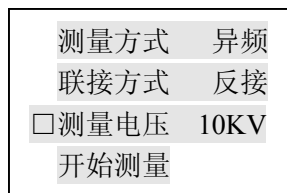

图 6 测量电压
③ 按“ENT”键，光标进入“联接方式 □ 正接”，按“▲”、“▼”键，则调整为“联接方式 □ 反接”，按“ESC”键，光标移至首位，再按“▼”键，将光标移至下一排“测量电压”前，见图 6 所示。